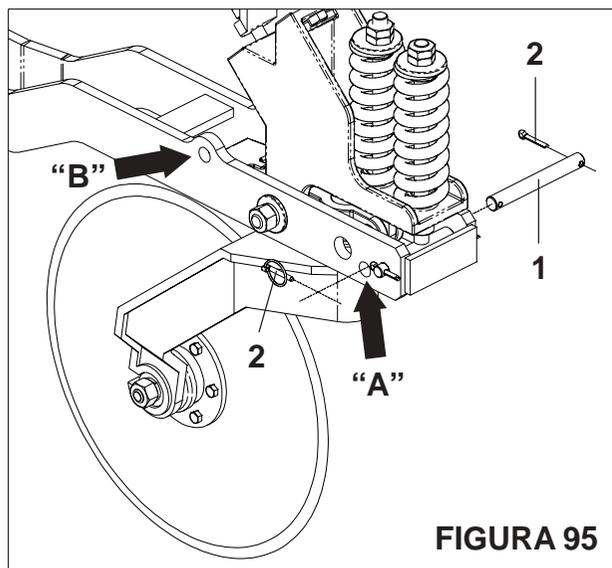

FIGURA 95
- Retire o pino (1) e as travas (2), do furo “A” e transfira-o para o furo “B”, conforme mostra a figura 95.